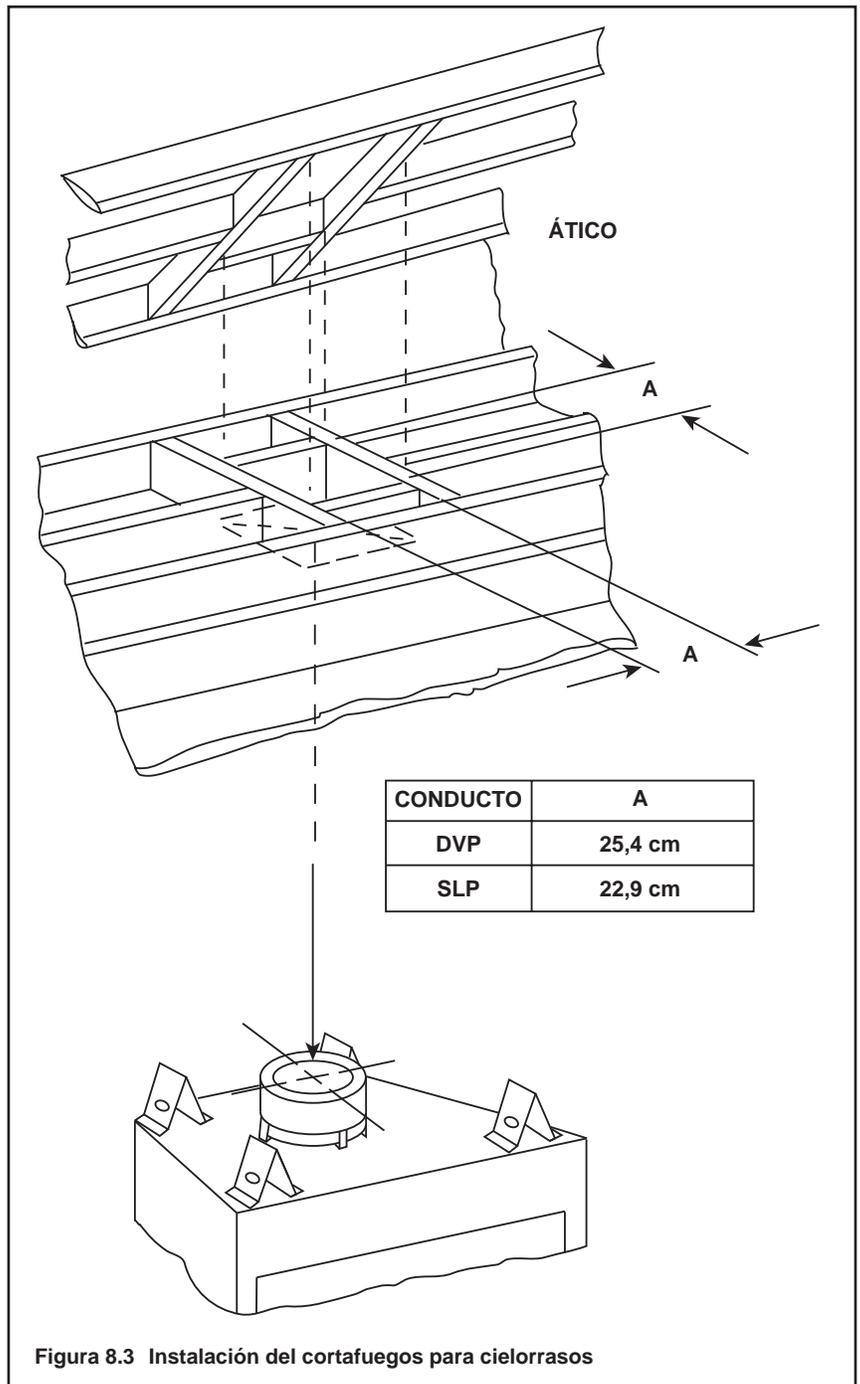

Figura 8.3 Instalación del cortafuegos para cielorrasos
- **Solamente conducto DVP** - Enmarque una abertura de 25,4 cm x 25,4 cm si el conducto de humos penetra un cielorraso/piso (consulte la Figura 8.3).
- **Solamente conducto SLP** - Enmarque una abertura de 22,9 cm x 22,9 cm si el conducto de humos penetra un cielorraso/piso (consulte la Figura 8.3).